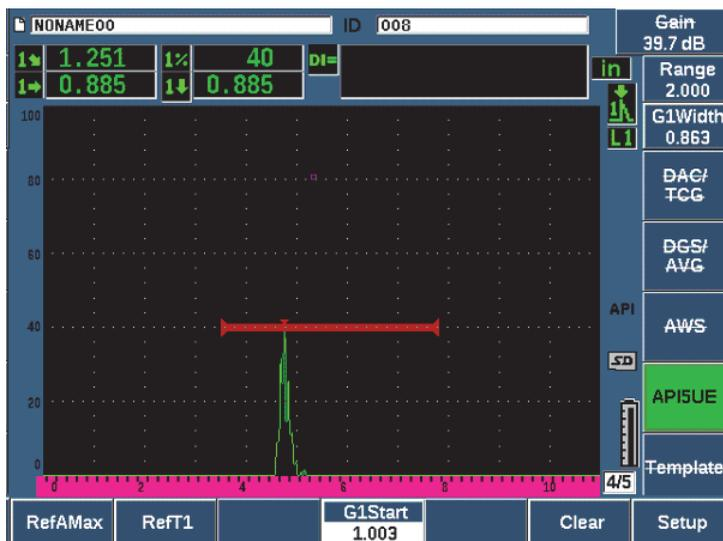

Figure 11-26 Stockage du point T_1
8. Appuyez sur **RefT1** (touche P2) pour collecter la position de la chute de 6 dB sur le front montant et définissez cette valeur comme valeur T_1 (voir la Figure 11-26 à la page 287).